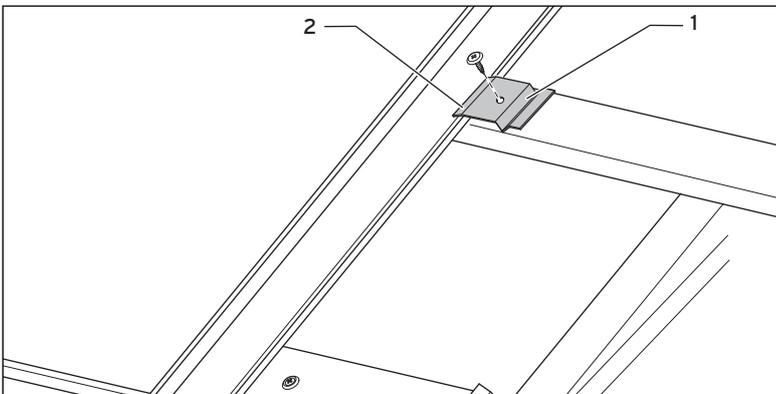

Abb. 5.12 Kollektor anschrauben
- Hängen Sie den nächsten Kollektor in die Laschen der Vorderteile (1).
- Schieben Sie die Kollektoren zusammen (2) und richten Sie sie an den Markierungen auf den Vorderteilen aus.
- Sichern Sie die Rohrverbinder mit den Klammern (3).
- Befestigen Sie den Kollektor seitlich mit jeweils 2 mitgelieferten Halftern und den Schrauben Nr. 2 an den Dachlatten (vgl. **Abb. 5.12**).